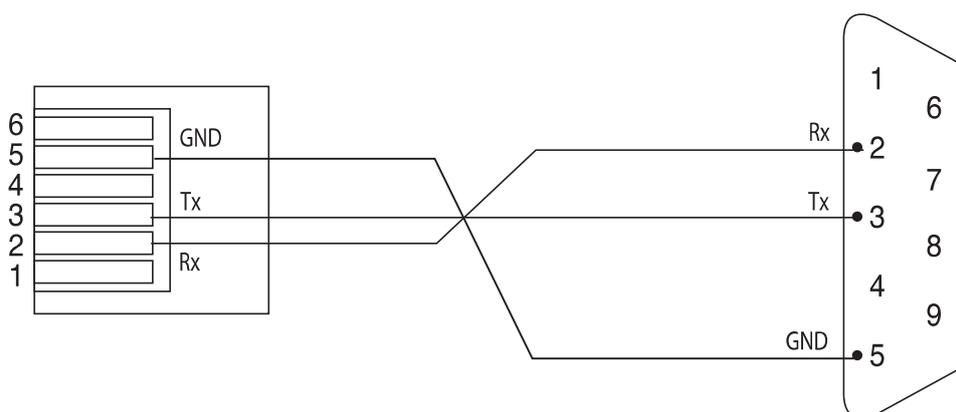

Рисунок 7.1 - Схема подключения интерфейса весов к внешнему устройству
Весы поставляются с интерфейсом «RS-232C». С использованием этого интерфейса весы могут быть подключены к внешнему устройству - компьютеру или принтеру. Для подключения весов к компьютеру, принтеру «DEP-50» или другому внешнему устройству по интерфейсу «RS-232C» необходимо наличие кабеля с соответствующей распайкой (см. рисунок 7.1).
- ❑ Подключите к весам внешнее устройство (принтер «DEP-50» или компьютер) при помощи соответствующего кабеля (см. рисунок 7.1).